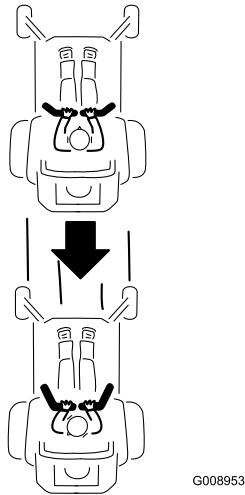

Bild 21
2. Zum Rückwärtsfahren sollten Sie nach hinten und auf den Boden schauen und die Fahrtriebshebel langsam nach hinten ziehen (Bild 21).
Wenden Sie denselben Druck auf beide Fahrtriebshebel an, um geradeaus zu fahren (Bild 21).